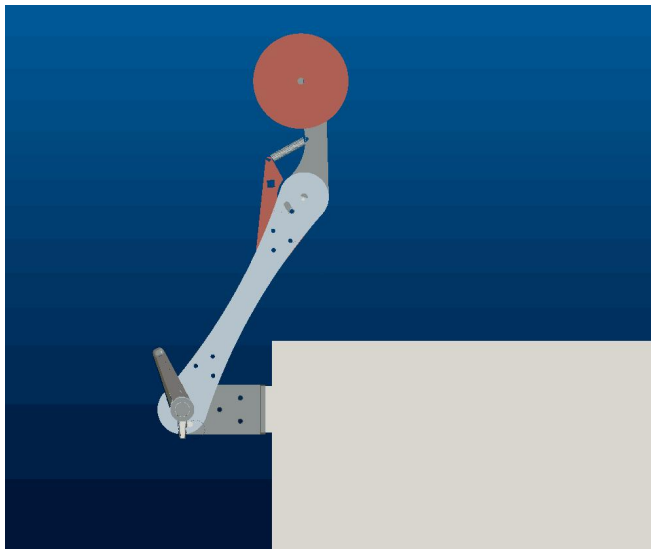

图 5
2、关机时的状态（如图 5），如需开机，将编码杆拉出来慢慢搭在管材上，调整中心位置。